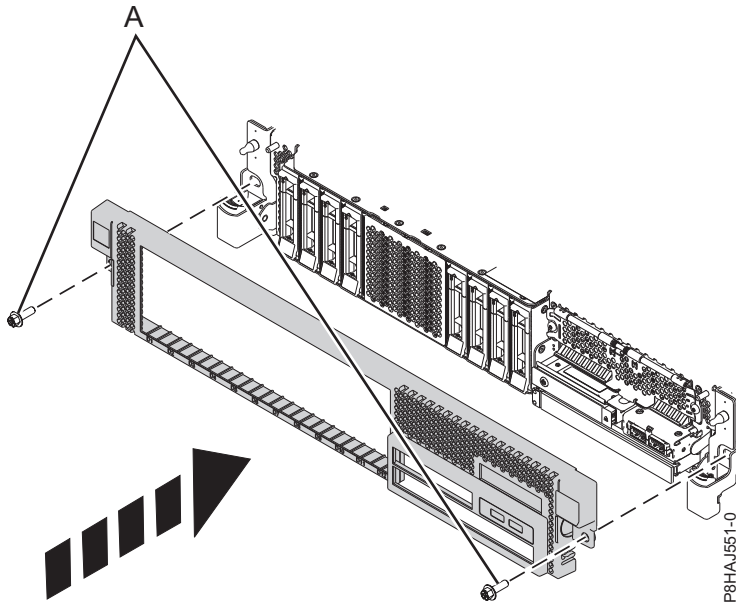

Figure 30. Installation du capot avant
3. Appuyez sur les loquets dans le sens indiqué dans la figure 30, à la page 50. Le capot avant se met en place ; il est doté d'un renforcement permettant de le tenir plus facilement.
4. Remettez en place les vis de transport (A).